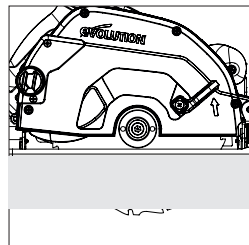

Fig. 12
- In molti casi la profondità di taglio deve essere regolata alla stessa altezza dello spessore del materiale da tagliare più la metà della altezza di un dente della sega (dalla sua punta alla radice). **(Fig.12)**
(13) REGOLAZIONE DELL’ANGOLO DI TAGLIO (SMUSSO)